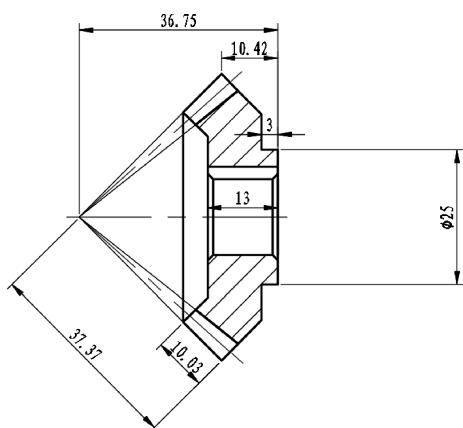

图 14-58 标注无公差直径尺寸
(3) 标注无公差直径尺寸。单击“默认”选项卡“注释”面板中的“线性”按钮，通过修改标注文字，使用“线性标注”命令对圆进行标注，如图14-58所示。